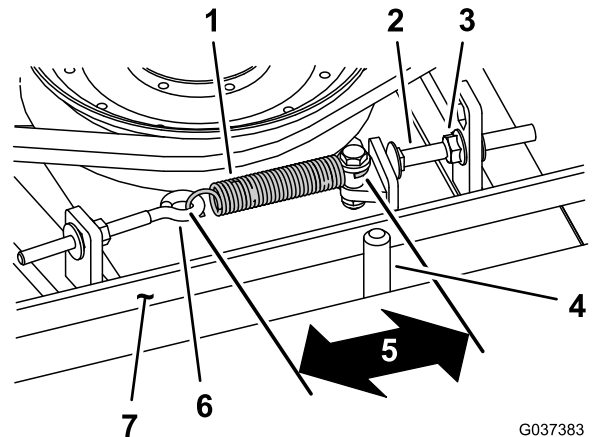

図 114
エクステンションスプリングの長さフックからフックまでが 8.3 mm ± 9.5 mm であれば、張りは適切です。スプリングの張りを正しく調整できたら、その下のストップボルト キャリッジボルト の頭部とアイドラームとの間の隙間を 2 mm-5 mm に調整します 図 114。
**注** ベルトが、ベルトガイドのスプリング側に取り付けられていることを確認してください 図 114。
2. アイボルトをゆるめる 図 114。
3. ストップボルトを取り付けタブに固定しているフランジナットをゆるめ、プーリをベルトから外す 図 114。
9. エクステンションスプリング 図 114 をアイボルトに以下のように取り付ける